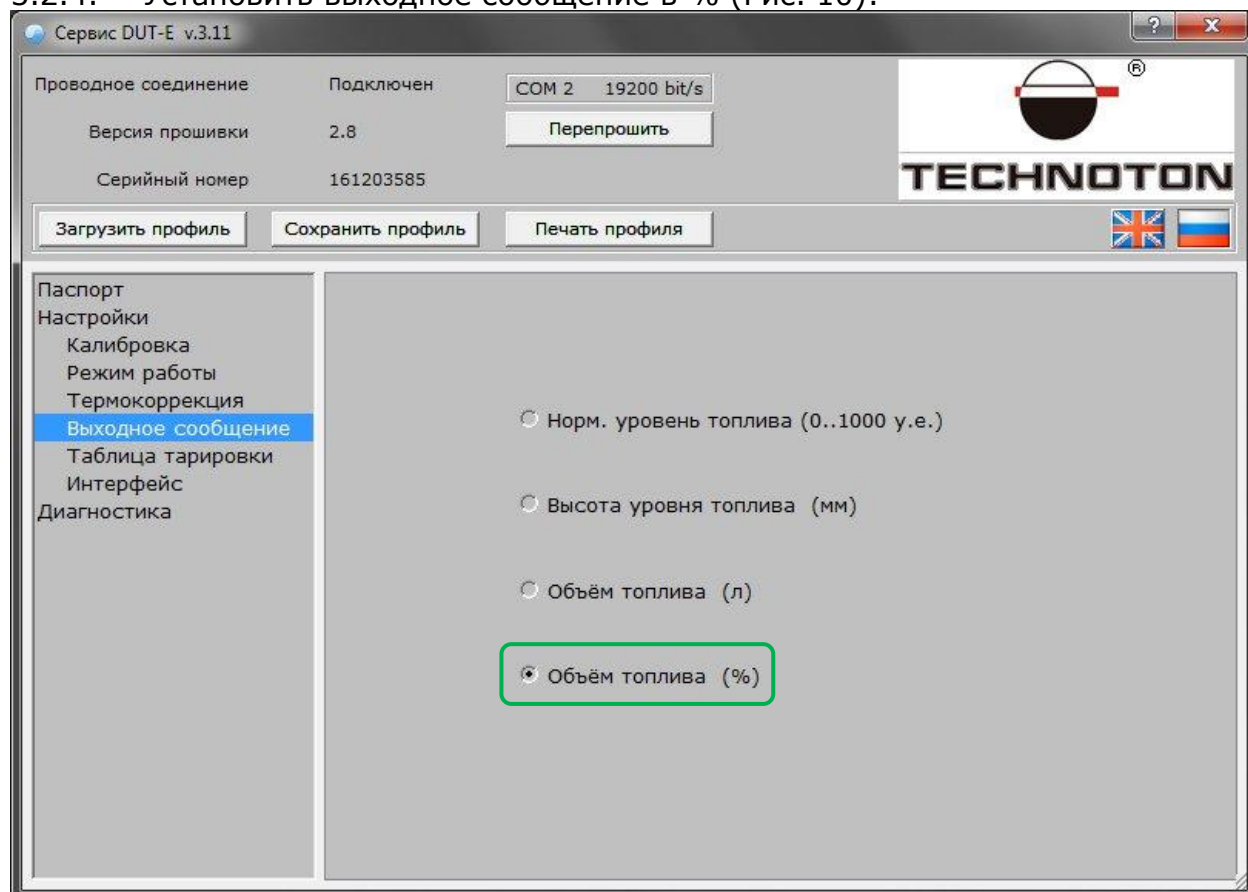

Рисунок 10
3.2.4. Установить выходное сообщение в % (Рис. 10):